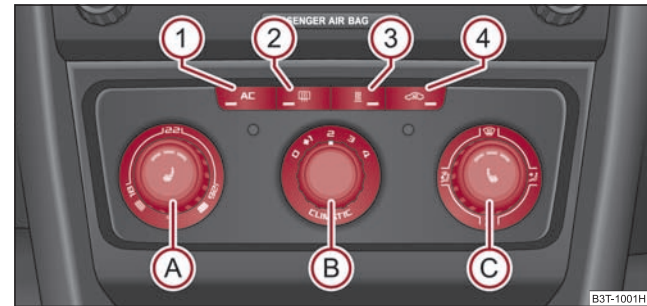

Fig. 127 Climatic: Elementele de comandă
Instalația de răcire funcționează numai când tasta **AC** ⇒ fig. 127 **1** este apăsată și se îndeplinesc următoarele condiții:
- Rotiți regulatorul rotativ **A** ⇒ fig. 127 spre dreapta pentru a mări temperatura.
- Apăsați tasta  ① ⇒ pagina 105, fig. 127. Lampa de control din tastă se va aprinde.
- Apăsați tasta  4 ⇒ pagina 105, fig. 127, lampa de control din tastă se aprinde.
Când regulatorul  se află în poziția  ⇒ pagina 105, fig. 127, recircularea aerului este oprită automat. Prin apăsarea repetată a tastei  puteți porni recircularea aerului și în această poziție.